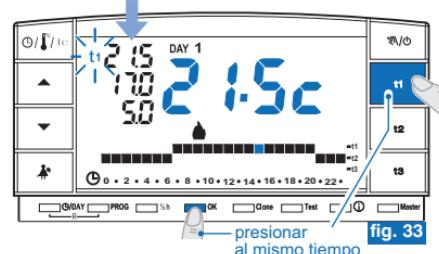

fig. 33
- Dentro de 8 segundos presionar al mismo tiempo la respectiva tecla (t1 o t2) y la tecla **OK**; al confirmar el desbloqueo las cifras de la temperatura al lado de la sigla (t1 o t2) dejan de parpadear (ejemplo fig. 33).